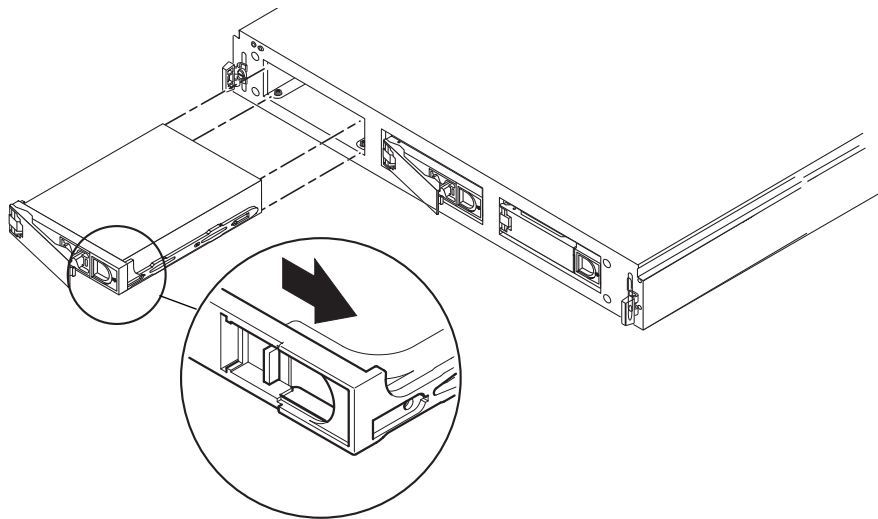

图 4-3 拆卸和更换硬盘驱动器
4. 按图 4-3 中所示的方向滑动卡片，解除驱动器托架把手的锁定。